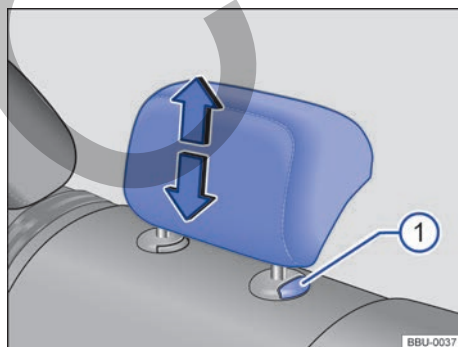

Fig. 74 Apoyacabezas central trasero: ajuste.
- Desplace el apoyacabezas hacia arriba o hacia abajo en el sentido de la flecha correspondiente; dado el caso, presione al mismo tiempo la tecla → fig. 74 ① → ⚠ en *Introducción al tema* de la pág. 86.